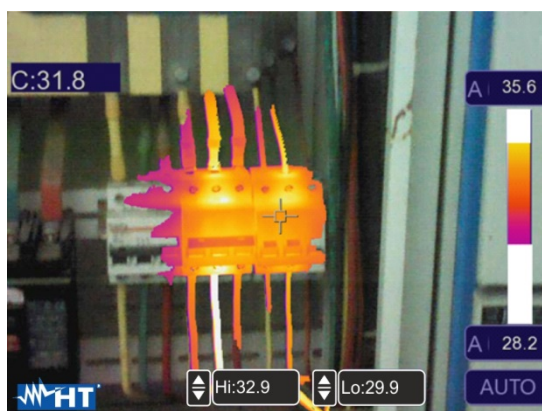

Fig. 40: Selezione Zona visibile
- Clique em "Hi" na parte inferior do ecrã e clique nas teclas ▲ ou ▼ para definir o valor do limite máximo de temperatura além do qual o instrumento mostra os pontos da imagem em vermelho e os pontos restantes em cinzento (ver Fig. 40)
- Clique no símbolo “” para definir o valor do limite máximo de temperatura além do qual o instrumento mostra os pontos da imagem em vermelho e os pontos restantes em cinzento (ver Fig. 40)